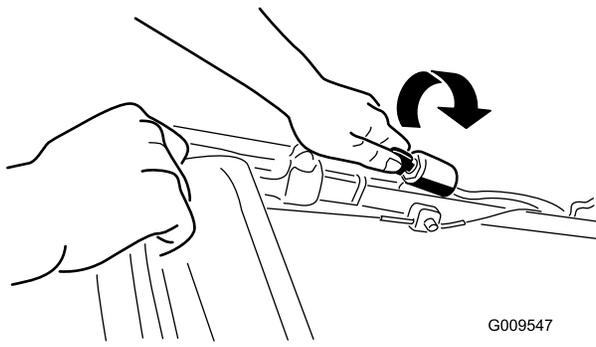
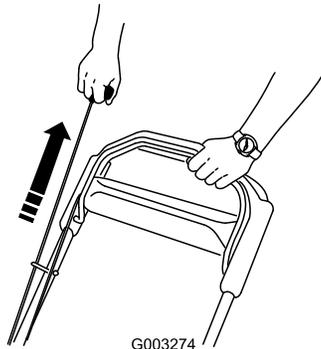

Figure 14
Figure 15
2. Tournez la clé de contact (Figure 14) ou tirez la poignée du lanceur (Figure 15).
Remarque: Tirez lentement la poignée du lanceur jusqu'à ce que vous sentiez une résistance, puis tirez vigoureusement (Figure 15). Laissez le lanceur se rétracter lentement jusqu'à la poignée.